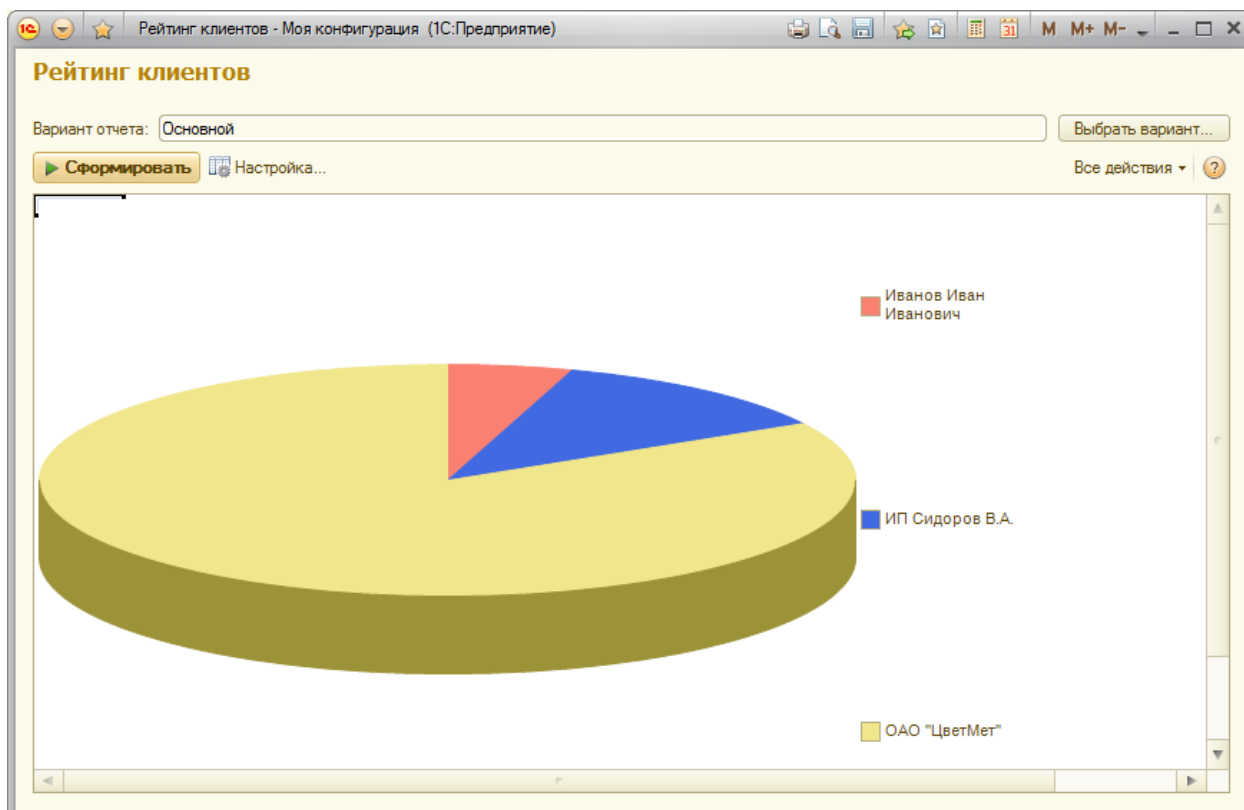

Рисунок 115 Пример отчета «Рейтинг клиентов»
28. Проверьте правильность выполнения отчета в режиме «1С:Предприятия» (рис. 115).